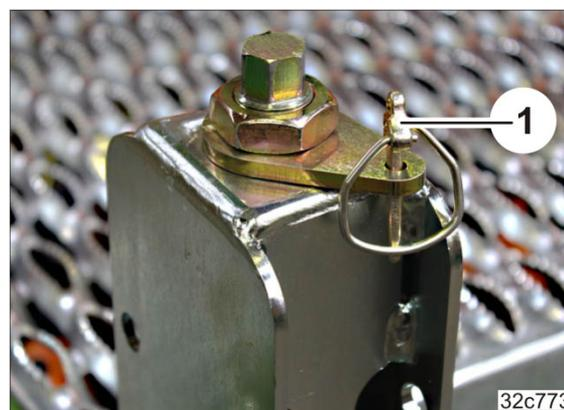

Рис. 190
4. Зафиксируйте положение настройки пружинным фиксатором (Рис. 190/1).